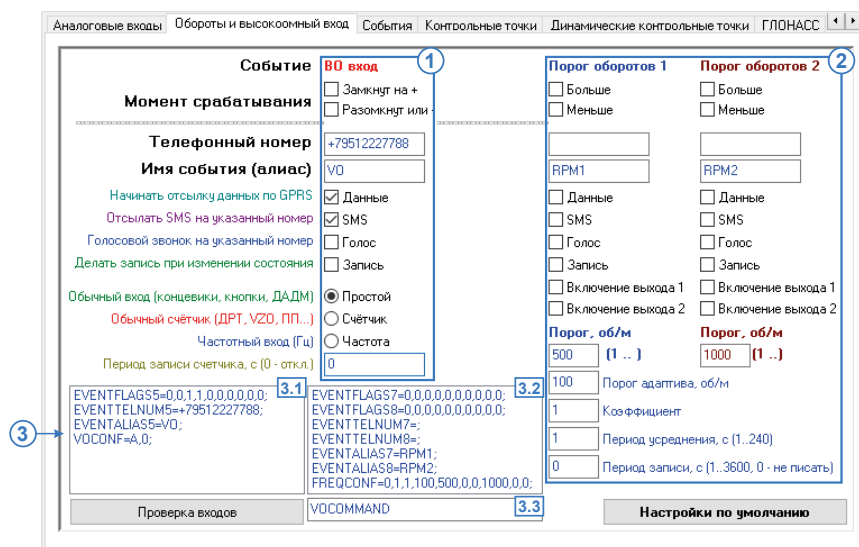
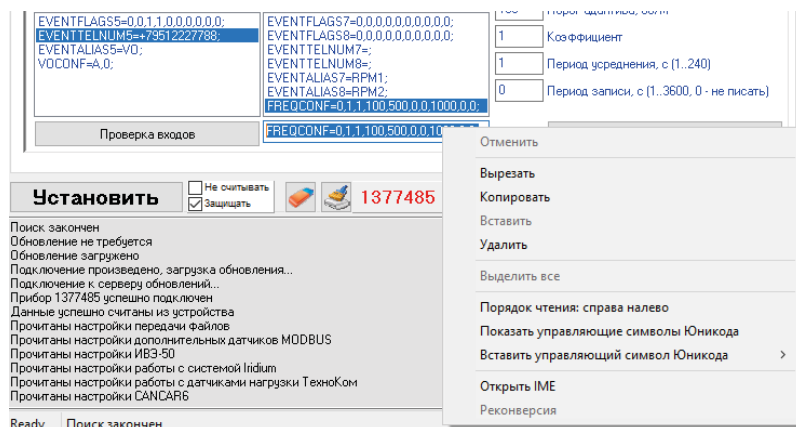

Рис.36. Обороты и высокоомный вход.
Рис.37. Копирование команды.
1. Настройка высокоомного входа. Для корректной работы высокоомного цифрового входа необходимо для события «ВО вход» настроить следующие параметры (Рис.36, п.1):
2. Настройка RPM входа. Всего в контроллере «АвтоГРАФ» может быть задано два порога срабатывания RPM входа – Порог оборотов 1 и Порог оборотов 2 (**Рис.36. п.2**). Для корректной обработки каждого порога необходимо настроить следующие параметры:
3.0. Управляющие команды. В данных полях отображаются управляющие команды бортового контроллера «АвтоГРАФ», предназначенные для настройки высокоомного входа (**Рис.36, п. 3.1**) и RPM входа (**Рис.36, п. 3.2**). Во время установки параметров на вкладке «Обороты и высокоомный вход» управляющие команды заполняются значениями, согласно заданным настройкам.
- команда будет перемещена в поле для редактирования (**Рис.36, п. 3.3**). В этом поле Вы можете изменить параметры команды, затем скопировать ее, применив комбинацию клавиш Ctrl+A, Ctrl+C или нажав правую кнопку мыши на команде и выбрав нужную опцию в появившемся меню (**Рис.37**).